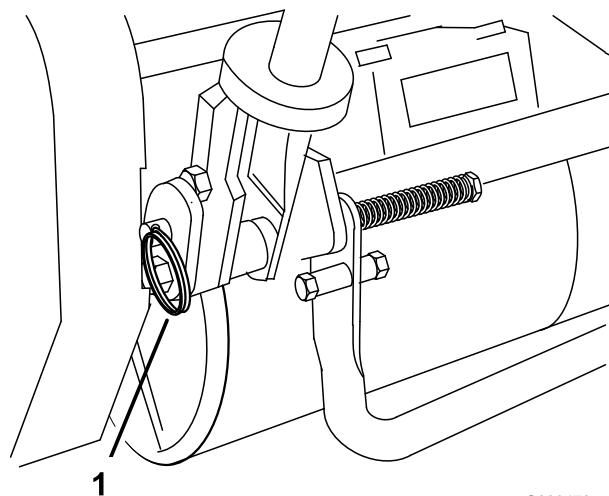

Figura 6
1. Togliete le coppiglie dai perni ad anello, su ciascun lato del tosaerba (Figura 6).
2. Sostenete la stegola e togliete i perni ad anello da ciascun lato, quindi alzate o abbassate la stegola nella posizione di servizio opportuna (Figura 6).